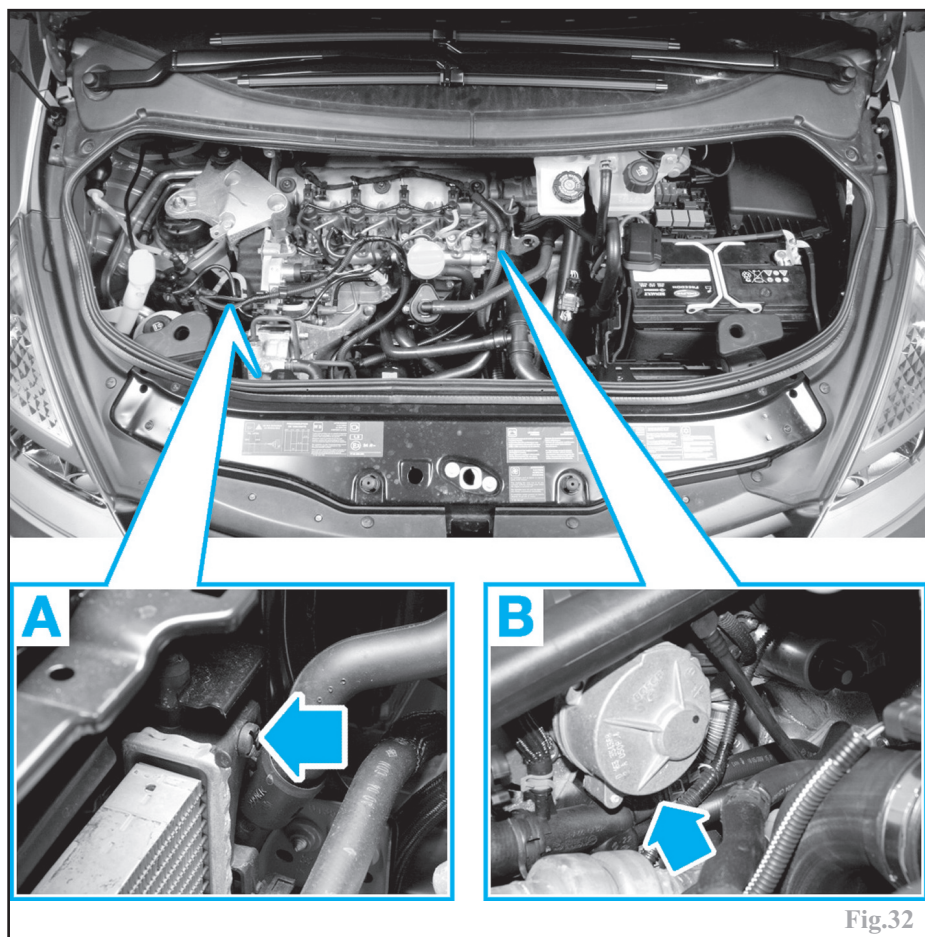

Fig.32
-dans l'angle supérieur droit du radiateur de refroidissement (A) (Fig.32).
-sur le boîtier thermostatique (B).
-sur le radiateur de refroidissement (A) (Fig.32).